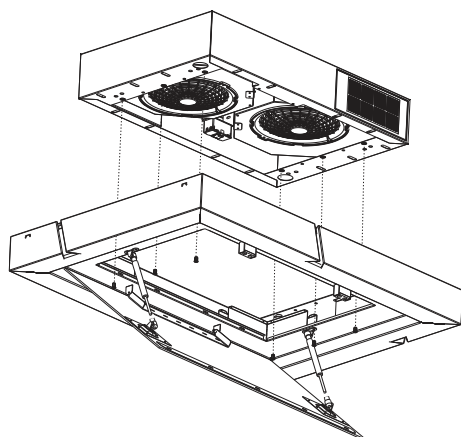

Abb. 11
- 3.** An der Motorbox befinden sich Schrauben zur Verbindung des Haubenkörpers mit der Motorbox (Abb. 11).